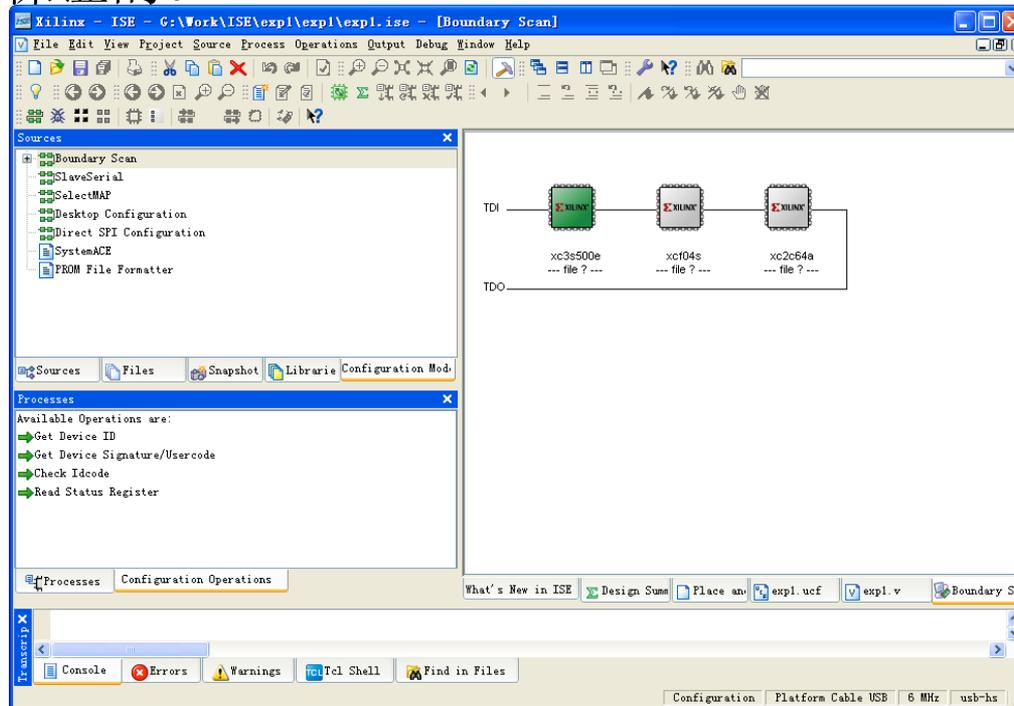

图33 JTAG链边界扫描结果示意图
- 点击“OK”按钮后，ISE会自动连接FPGA设备。成功检测到设备后，会显示出JTAG链上所有芯片，其典型示意如图33所示。从中可以看出，链上的所有芯片构成了一个TDI到TDO的完整回路，这是电路设计时必须保证的。